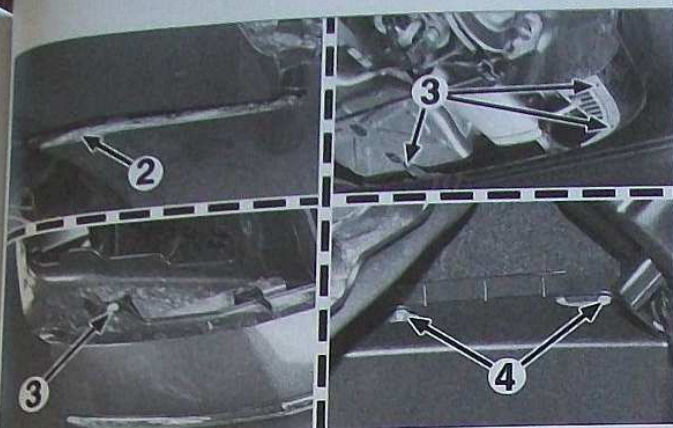

FIG. 74
- les fixations G et D (2) (dans passages de roues extérieurs) (Fig. 74).
- les fixations G et D (3).
- les fixations G et D (4) (par l'intérieur du coffre).